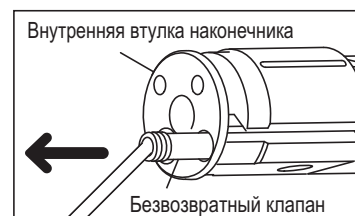

Рис. 10
- 2) Выдвините внутреннюю втулку, затем извлеките старый безвозвратный клапан с помощью тонкого инструмента (Рис. 10).